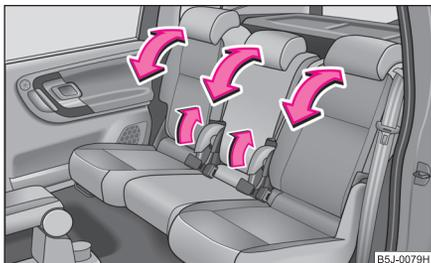

Fig. 51 Ajuste del respaldo
- Tirar de la palanca ⇒ fig. 51 y ajustar la inclinación de respaldo la deseada. ■
- Tirar de la palanca ⇒ fig. 51 y abatir el respaldo completamente hacia delante.